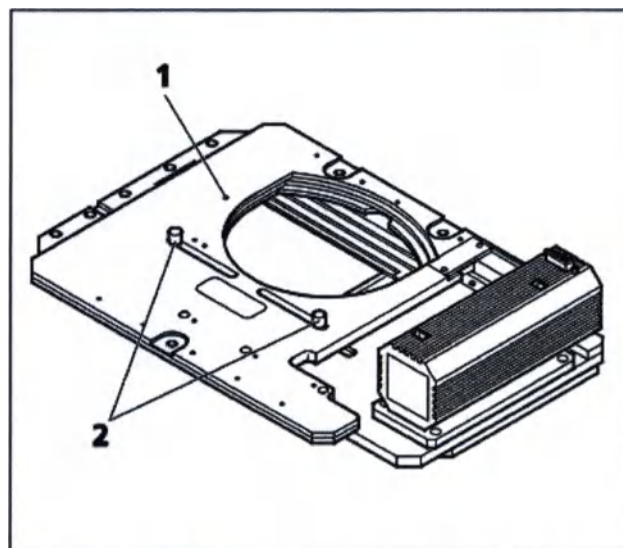

Рис. 23
- После установки столика на штатив следует вывинтить транспортный штифт (рис. 23/1) на его нижней стороне.
- Чтобы отрегулировать левый или правый механический упор по оси X, раскрутите соответствующий крепежный винт (рис. 23/2) в нижней части столика, переместите упор в нужное положение и закрутите винт.